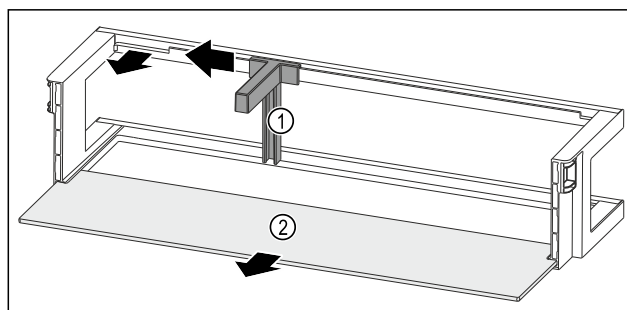

Fig. 237 Dveřní přihrádka s držákem lahví a odkládací plochou
- Držák lahví Fig. 237 (1) posuňte na stranu až k vybrání.
- Držák lahví Fig. 237 (1) odeberte.
- Odkládací plochu Fig. 237 (2) odeberte.